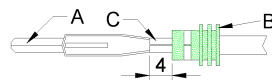

FIG.6
- Spellare 4 mm di guaina e aggraffare il terminale maschio A e il gommino B sui due cavi di alimentazione (fig.6)